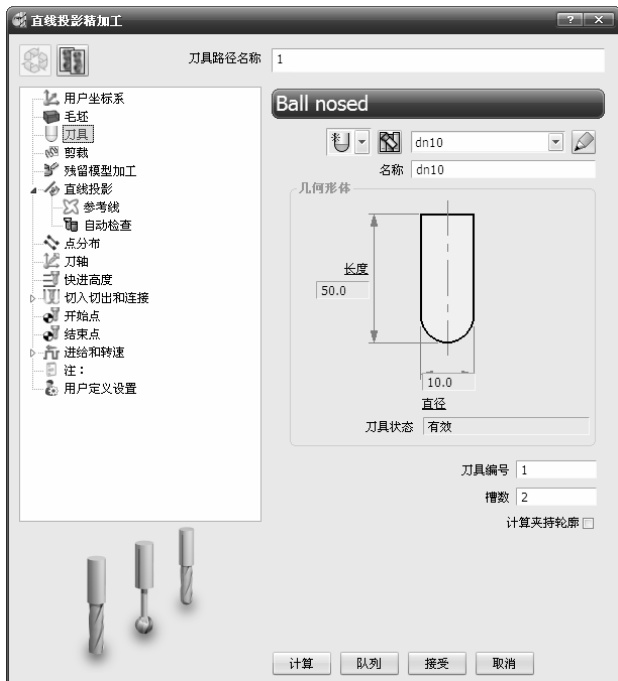

图 2-241 “直线投影精加工”对话框
4) 单击主工具栏上的“刀具路径策略”按钮, 弹出“策略选取器”对话框，单击“精加工”选项卡，选中“直线投影精加工”选项，单击“接受”按钮，弹出“直线投影精加工”对话框，如图 2-241 所示。